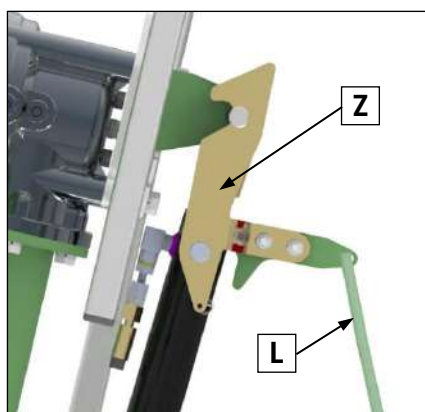

Рис. 11. Защёлки в транспортной позиции
- гидравлическими сервомоторами поднять два наружных роторы ворошилки таким образом, чтобы защелкнули защёлки **Z** (Рис. 11). Во время подъема плеч приводные валы ворошилки должны иметь возможность свободного вращения,